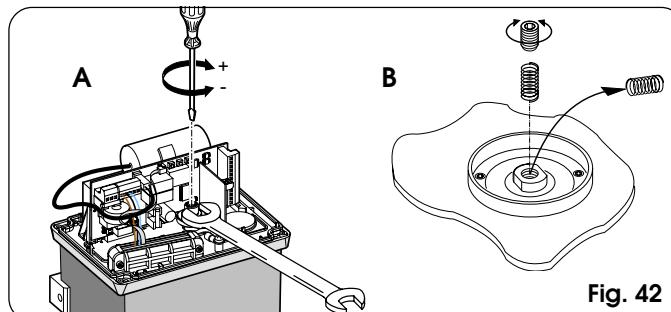

Fig. 42
- 2) Houd de motoras geblokkeerd met een Engelse sleutel en draai aan de stelschroef van de koppeling met een inbussleutel of schroevendraaier zoals op fig. 42 ref. A.
Ga voor het vervangen van de veer te werk zoals te zien is op fig. 42 ref. B.